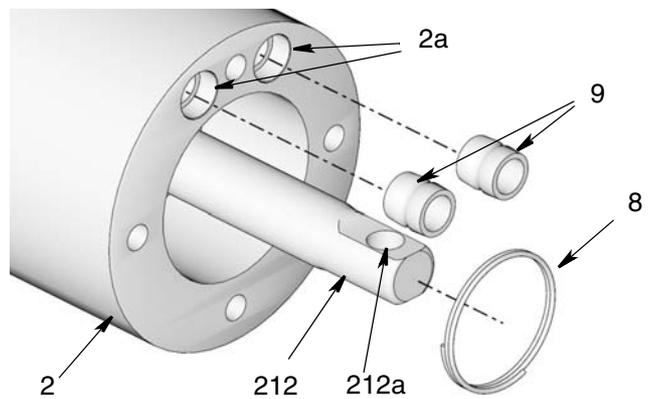
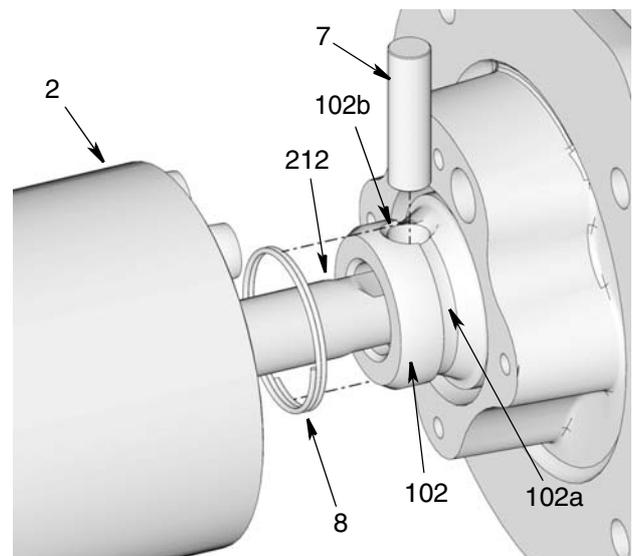
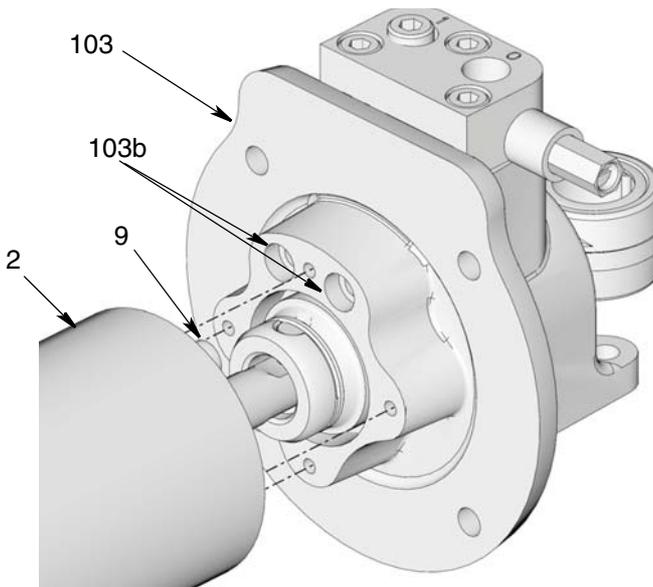

Рис. 43
Рис. 44
Рис. 45
18. Вдвигайте узел выталкивающего штока до тех пор, пока выталкивающий шток (212) не выдвинется из верхней части переходника насоса (2), как показано на Рис. 43.
19. Нанесите тонкий слой консистентной смазки на уплотнения прокладки (9). Установите уплотнения (2) в переходник насоса, как показано на Рис. 43.
20. Установите стопорное кольцо (8) поверх конца выталкивающего штока (212), как показано на Рис. 44.
21. Извлеките узел насоса из тисков. Совместите отверстие (212a) в выталкивающем штоке (212) (Рис. 43) с отверстием соединительного штока (102b) (Рис. 44). Вставьте штифт (7) через отверстие.
22. Надвиньте стопорное кольцо (8) поверх штифта (7) для фиксации штифта на своем месте. Посадите стопорное кольцо в канавку (102a) в соединительном штоке (102) для предотвращения его перемещения во время работы насоса.
23. Совместите оба уплотнения прокладки (9) в переходнике насоса (2) с двумя отверстиями (103b) в консоли корпуса редуктора насоса (103). Сдвиньте нижнюю часть насоса и узел насоса вместе (Рис. 45).